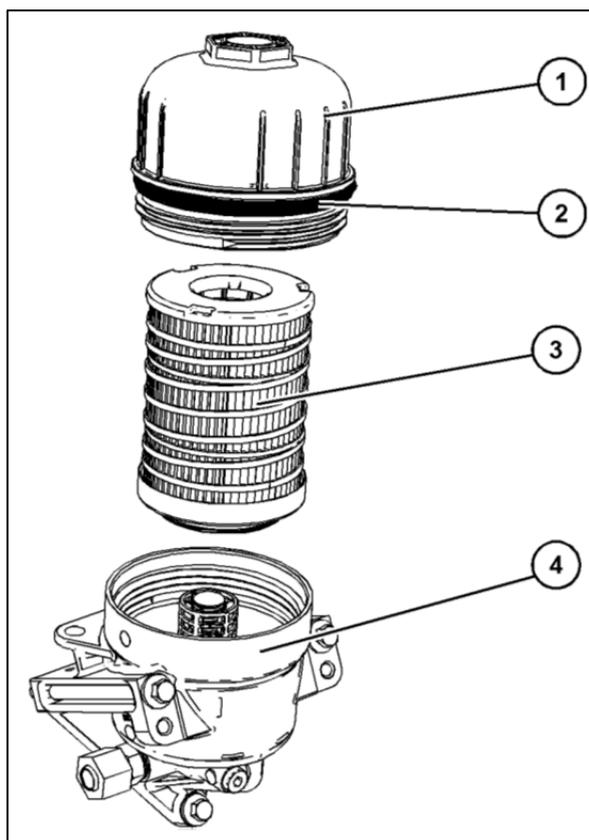

Рис. 32b - Заменить элемент масляного фильтра
1. Снимите колпачок 1 (рис. 32b) с корпуса фильтра 4 (рис. 32b). Фильтрующий элемент 3 (рис. 32b) будет прикреплен к колпачку 1 (рис. 32b). Снимите фильтрующий элемент 3 (рис. 32b) с крышки 1 (рис. 32b). Выбросьте старый фильтрующий элемент 3 (рис. 32b).
2. Снимите уплотнительное кольцо 2 (рис. 32b) с крышки 1 (рис. 32b). Выбросьте старое уплотнительное кольцо 2 (рис. 32b).
3. Убедитесь, что колпачок 1 (рис. 32b) и корпус фильтра 4 (рис. 32b) чисты и не содержат грязи или повреждений. Перед установкой проверьте новый фильтрующий элемент 3 (рис. 32b) на наличие повреждений.
4. Установите новое уплотнительное кольцо 2 (рис. 32b) на колпачок 1 (рис. 32b). Установите новый фильтрующий элемент 3 (рис. 32b) в колпачок 1 (рис. 32b). Установите новый фильтрующий элемент 3 (рис. 32b) и колпачок 1 (рис. 32b) на корпус фильтра 4 (рис. 32b).
5. Затяните колпачок 1 (рис. 32b) с моментом затяжки 24 Нм.